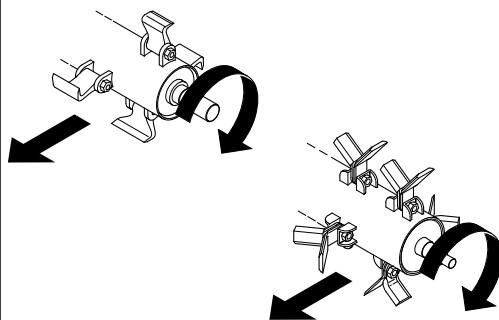

Fig. 21
- **Sistemare le coppie più pesanti alle due estremità del rotore, le coppie più leggere al centro (Fig. 21).**
- **Install the heaviest pairs at the two ends of the rotor and the lighter pairs in the middle (Fig. 21).**
- **Așezați perechile mai grele pe cele două extremități ale rotorului, iar perechile mai ușoare la centru (Fig. 21).**